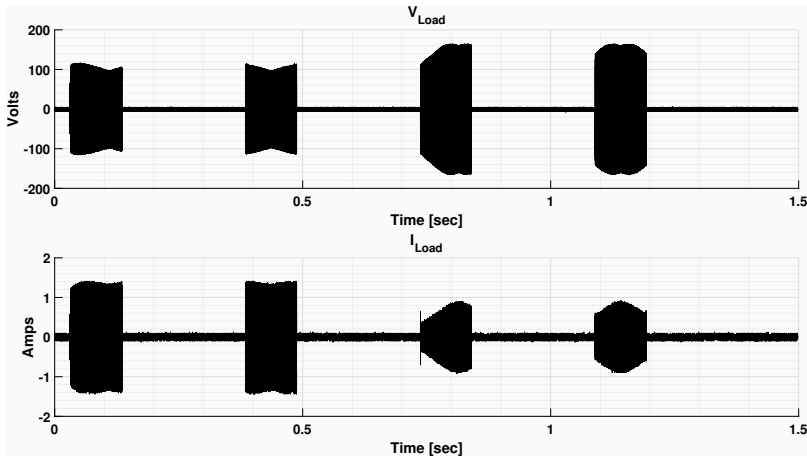
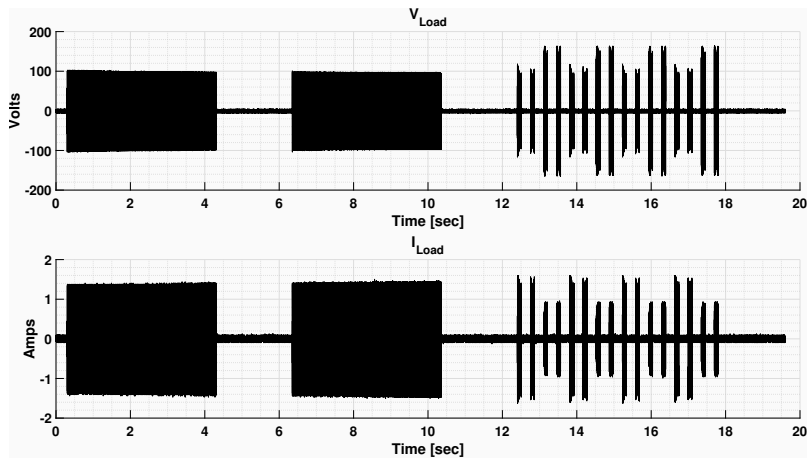
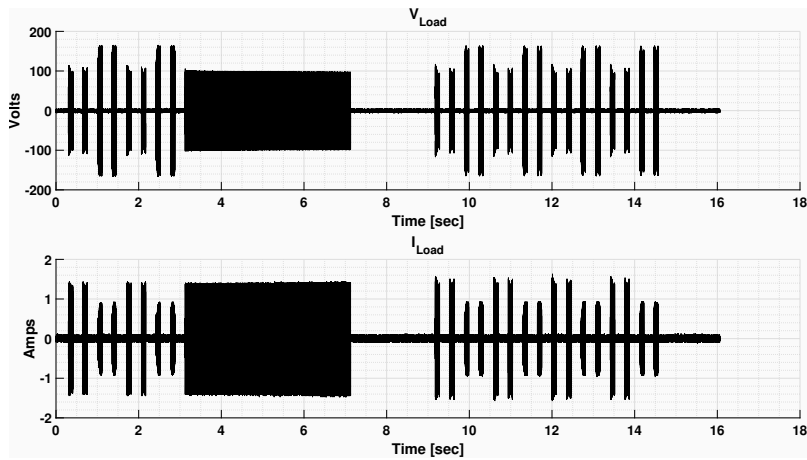
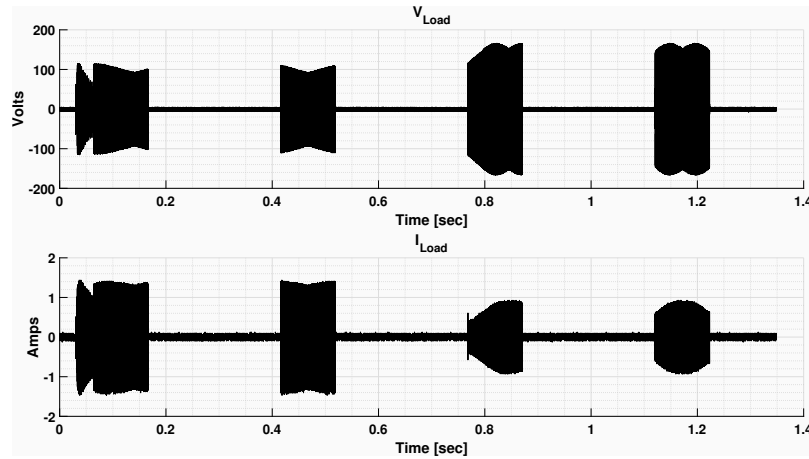

图 3-4. 水渍清洗 LCS 电压和电流
图 3-5. 除冰清洗 LCS 电压和电流
图 3-6. 泥点清洗 LCS 电压和电流
图 3-7. 自动清洗 LCS 电压和电流
德州仪器 (TI) 创建了三种主要的清洗模式：一种是从 LCS 镜头中去除冰凝、泥点和水渍；另一种是自动模式，可对其进行编程，以便在检测到镜头上有水等东西时驱动清洗序列。另外还有两种自定义模式可供灵活使用。表 3-4 中列出了清洗模式的有效突发。下图展示了每种清洗模式的示波器电压和电流波形捕获图，作为参考：图 3-4、图 3-5、图 3-6 和图 3-7。
自动清洗模式可在检测到水时清除 LCS 镜头上的水。CONTROL_Burst_MassDetect (19) 使得自动清洗模式成为可能。如图 3-7 所示，MassDetect 突发 (19) 放置在水和除冰突发 (23、16、8、9、13、14) 之前。自动模式使用 CONTROL_Burst_MassDetect 在线检测 LCS 在镜头上是否有额外的质量 (例如水)。如果检测到质量，则运行自动模式下的剩余突发。